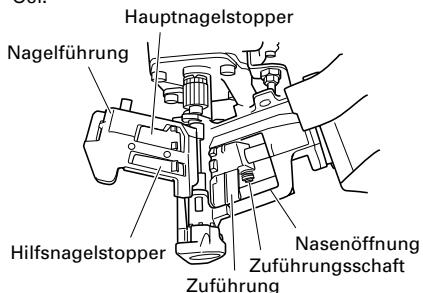

Abb. 14
- (2) Öffnen Sie die Nagelführung wie in **Abb. 14** gezeigt. Bewegen Sie danach den oberen und unteren Nagelstopper, um die Leichtgängigkeit zu prüfen. Entfernen Sie angesammelten Schmutz und ölen Sie die Gleitschiene und den Bolzen mit dem empfohlenen Öl.